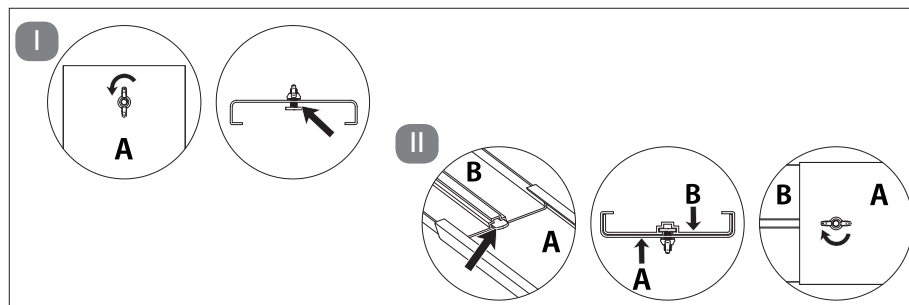

Fig. 14 – Ajuster la taille du kit fenêtre
- ▶ Desserrez l'écrou à oreilles jusqu'à ce qu'il y ait un espace libre entre la partie A du kit fenêtre et le patin. **(voir fig.14 étape I).**
Ajustez le kit fenêtre à la taille souhaitée en rapprochant ou en éloignant le kit fenêtre et resserrez l'écrou à oreilles. **(voir fig.14 étape II).**